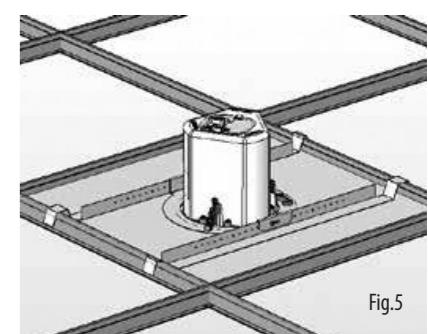

Fig.5
4. 将瓷砖面板滑回吊顶。瓷砖琴桥末端将搭在栏杆上, 支撑扬声器的重量。(图 5)